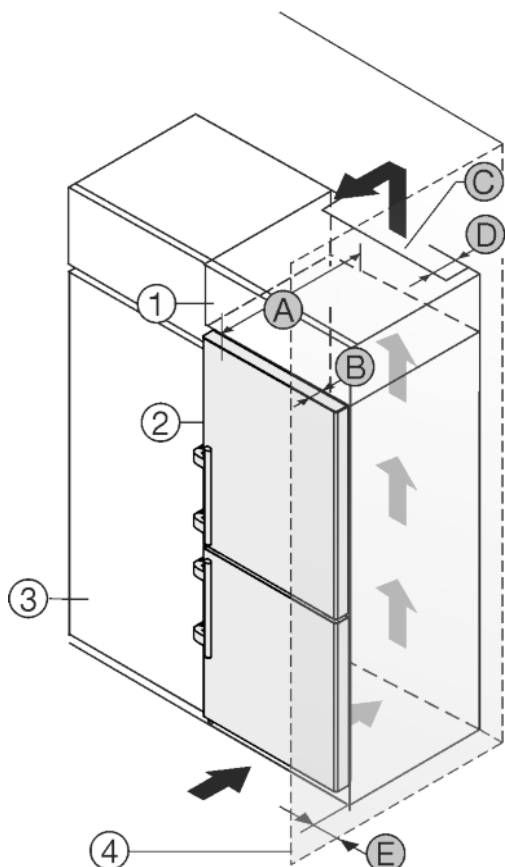

Fig. 50
L'appareil peut être réagencé avec des buffets de cuisine. Pour adapter l'appareil Fig. 50 (2) à la hauteur du coin cuisine, une rehausse Fig. 50 (1) peut être posée sur l'appareil.
L'appareil peut être installé directement à côté du buffet de cuisine Fig. 50 (3). Pour pouvoir ouvrir complètement les portes, l'appareil doit déborder de la profondeur Fig. 50 (B) par rapport à la façade du buffet. L'appareil peut déborder encore plus en fonction de la profondeur des buffets et de l'utilisation de cales d'épaisseur.
- Une sortie d'air avec la profondeur Fig. 50 (D) doit être présente au dos de la rehausse sur toute sa largeur.
- La section de ventilation Fig. 50 (C) sous plafond doit être respectée.
Si l'appareil avec les charnières est installé près d'une paroi Fig. 50 (4), la distance Fig. 50 (E) entre l'appareil et la paroi doit être respectée. Ceci correspond à la saillie de la poignée avec la porte ouverte.